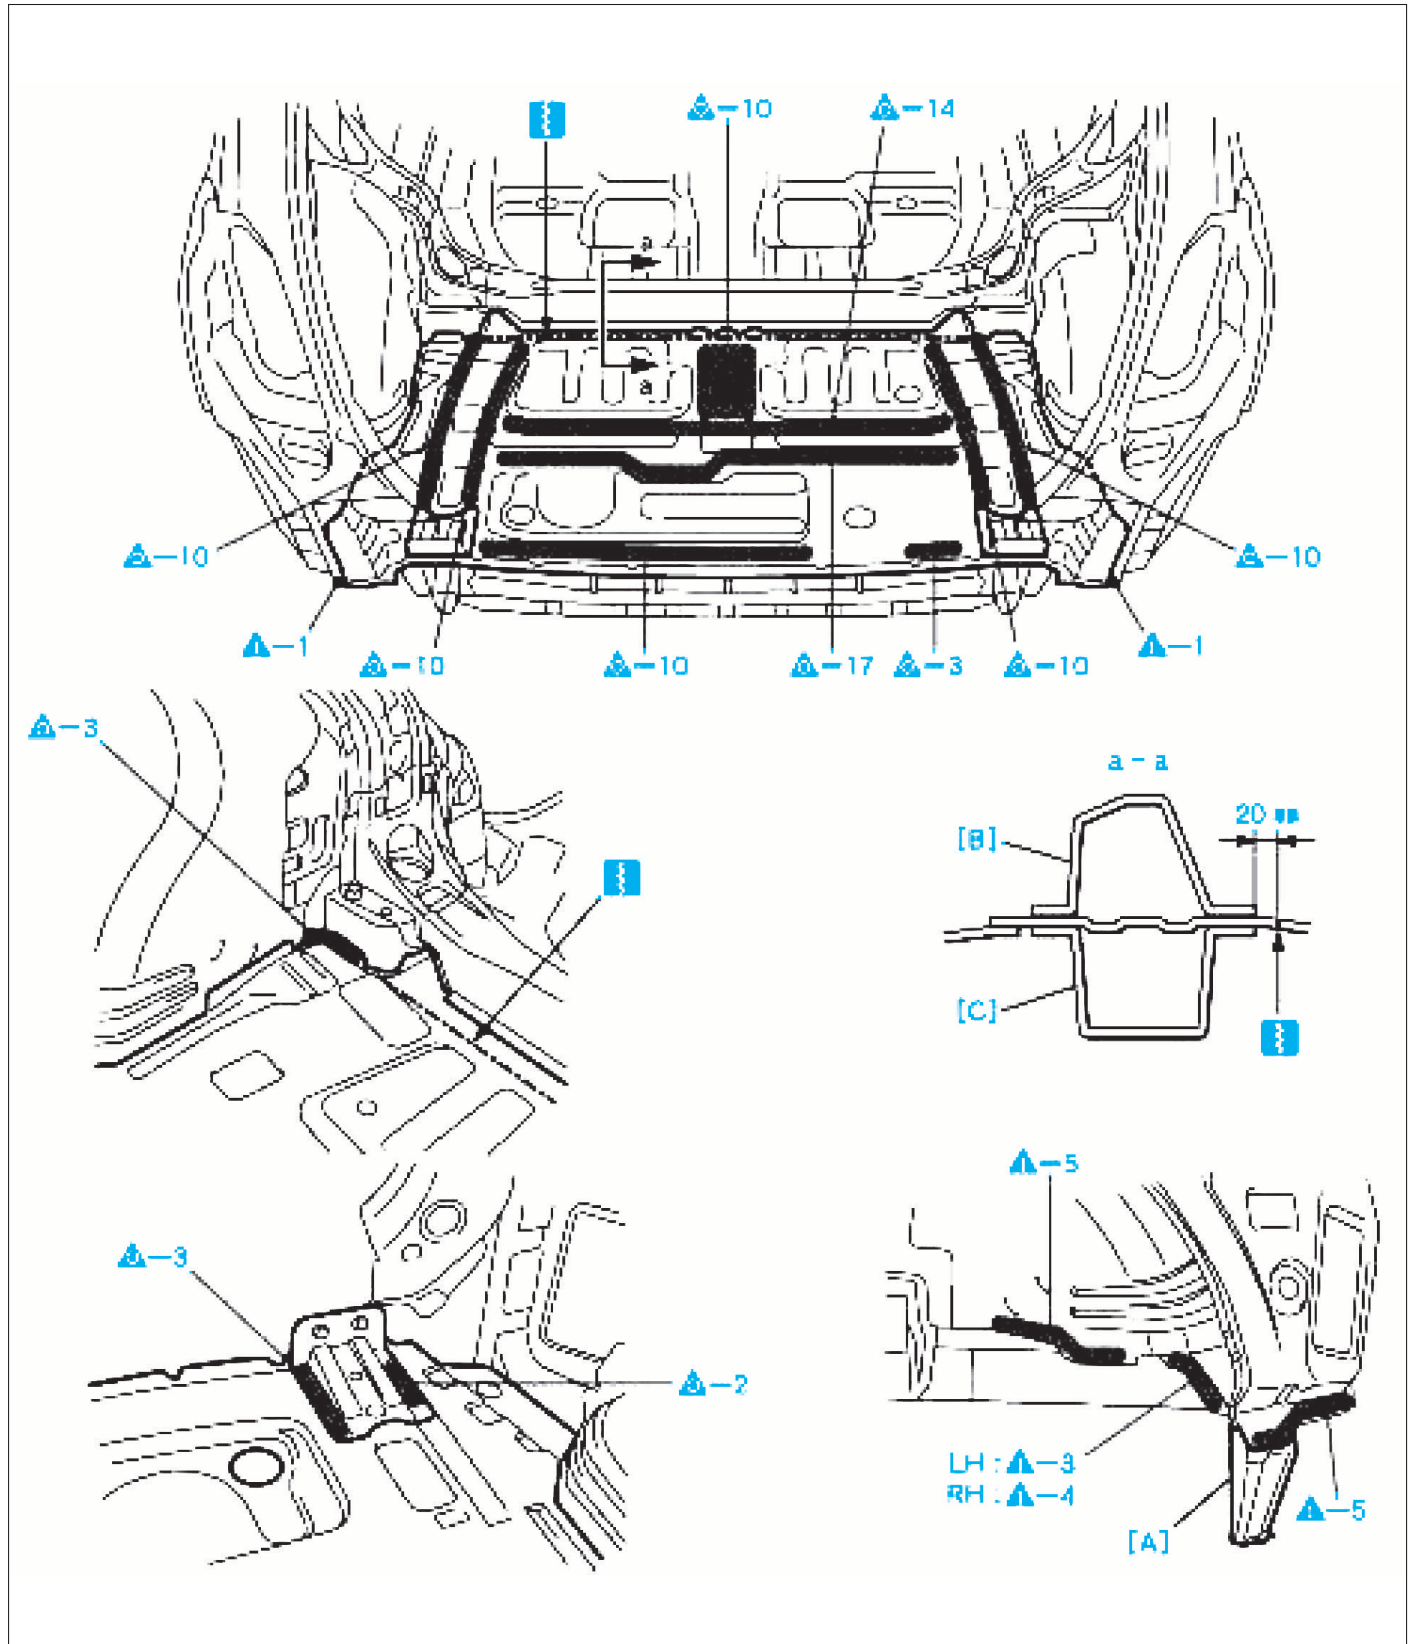

FIG. 33
- Dépointer et couper aux endroits indiqués (Fig.33).